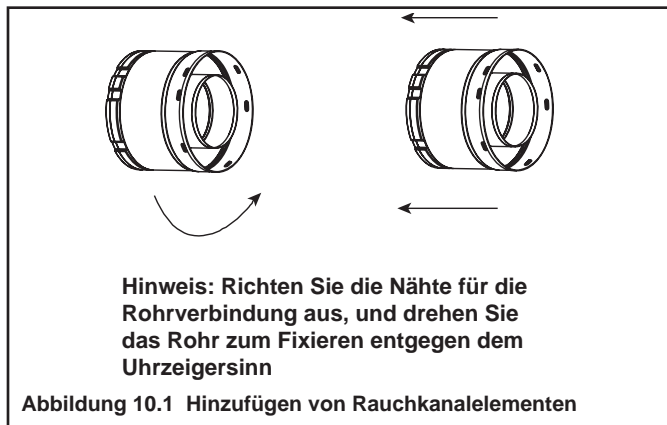

Abbildung 10.2 Dichtung aus temperaturbeständigem Silikon
- Bringen Sie Silikon auf die Innenseite der äußeren Rohrverbindung auf, bevor Sie die Segmente verbinden. Siehe Abbildung 10.2